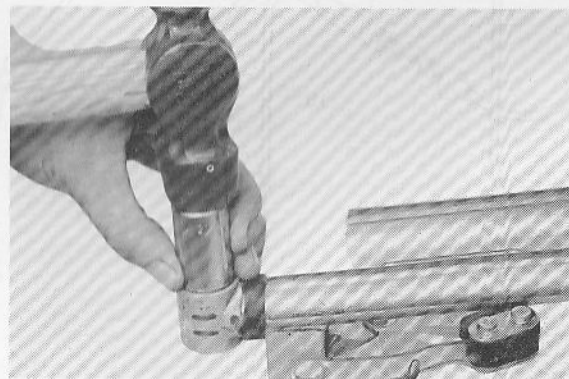

Fig. 5-9-3
3. Install new bushing using a press or hammer. (Fig. 5-9-3)
3. Installer de nouvelles douilles en utilisant une presse ou un maillet. (Fig. 5-9-3)